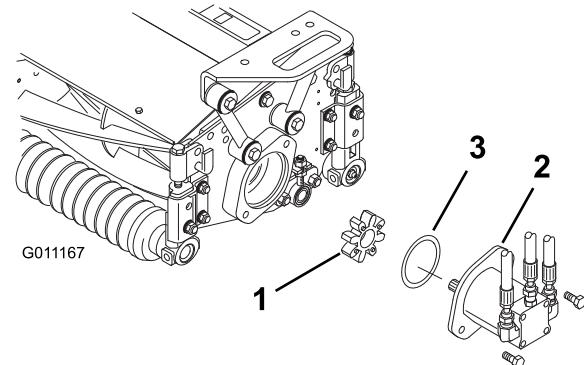

Figura 21
- Posizionate il giunto radiale (Figura 21) fornito nella sede del cuscinetto.